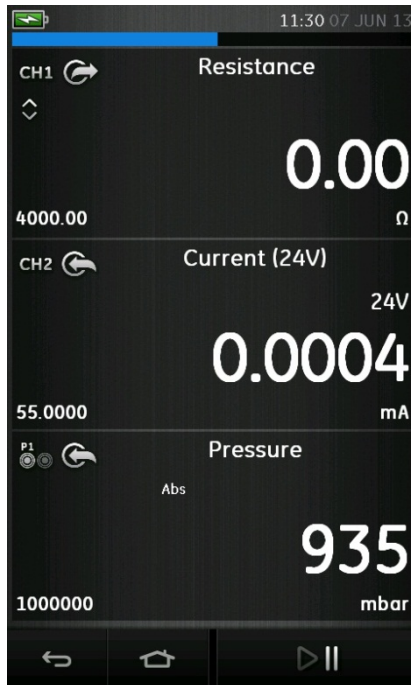

Abbildung 2-8 Kalibratorfenster – reduzierte Ansicht
- Abbildung 2-8 zeigt eine reduzierte Ansicht aller ausgewählten Kanäle.